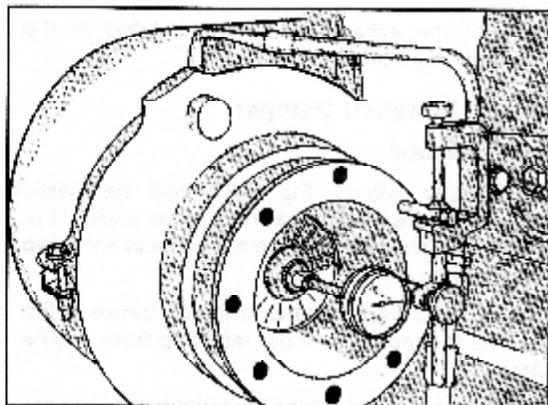

Рис. 2-66 (OM1065L). Проверка подшипника и зазора турбонаддува.
Проверьте зазоры. Это можно сделать не снимая турбонаддув с двигателя, используя циферблочный инструмент/щуп для проверки торцевого хода и щуп для проверки радиального зазора. Рис. 2-66.
2. Снимите одну контргайку с передней панели (со стороны колеса компрессора) и замените длинным болтом. Прикрепите щуп к гайке и отметьте показания на конце ротора. Покачайте ротор повдоль, отмечая показания, Рис. 2-66. Зазор на T-50, ST-50 и VT-50 должен быть 0,15 – 0,46 мм.